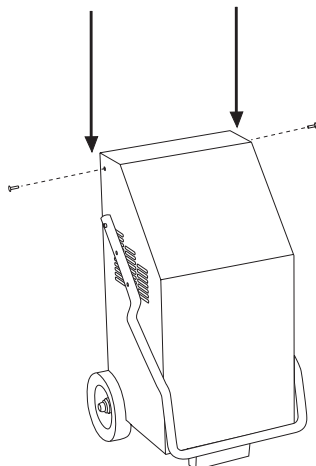

Figura 1. Retire los tornillos
2. Extraiga los tornillos que se encuentran a cada lado del cargador, tal y como se muestra en la Figura 1. Dichos tornillos se encuentran cerca de la parte superior y hacia la parte de atrás de la unidad.